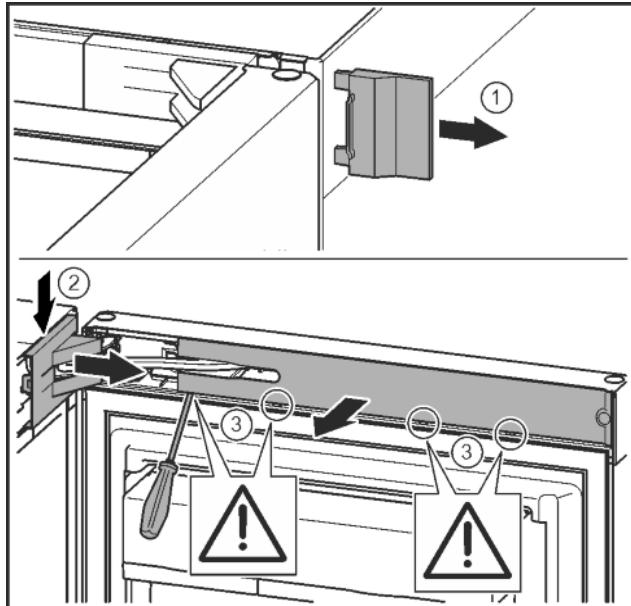

Fig. 9
- ▶ Свалете външния капак. Fig. 9 (1)
Свалете капака на лагерната стойка. Fig. 9 (2)
- ▶ Освободете капачката с плоска отвертка и я завъртете настрани. Fig. 9 (3)